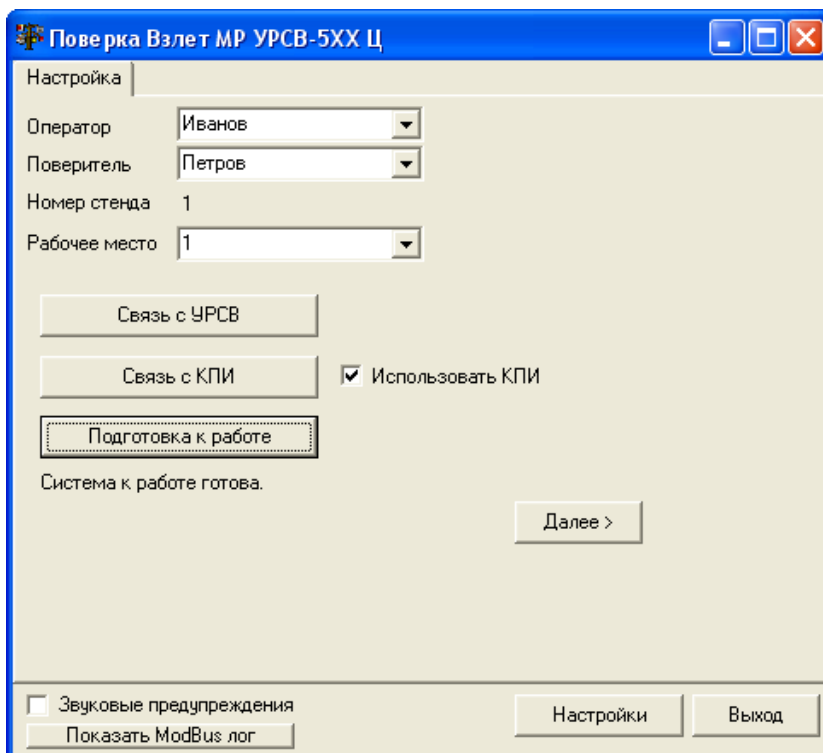

Рис.23. Основное окно программы после проверки готовности к работе.
- 2.6.2. Введите в соответствующих окнах фамилию поверителя и номер рабочего места. Поставьте «галочку» в окне **Использовать КПИ**. Кликнув по иконкам **Связь с УРСВ** и **Связь с КПИ**, проверьте правильность подключения КПИ и поверяемого УРСВ-5хх ц к COM-портам ПК и параметры связи. Нажмите кнопку **Подготовка к работе**. После проверки готовности окно программы примет вид, показанный на рис.23.